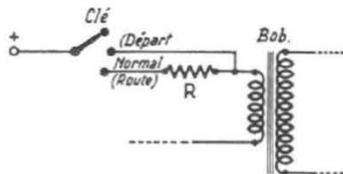

FIG. 5
b) Dans la plupart des allumeurs électroniques d'origine U.S.A., la clé de contact est prévue avec trois positions: Arrêt, Départ et Normal (ou Route). Cette disposition est schématisée sur la figure 5, disposition que l'on pourra d'ailleurs adjoindre à tout montage d'allumeur électronique.